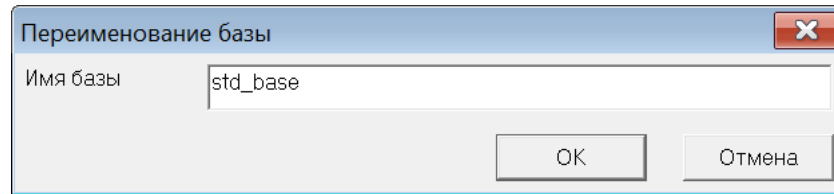

Рис. 4-6 – Окно «Переименование базы»
– «Переименовать БД». Для этого нажать кнопку «Переименовать БД». При этом появится диалоговое окно (рис. 4-6). Ввести новое имя базы и нажать кнопку «ОК».